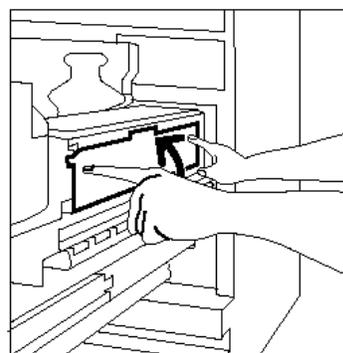

Figura 47: Sustitución del fieltro limpiador nuevo
- 9 Apoye el fieltro limpiador en las abrazaderas negras y presione suavemente la parte superior del nuevo fieltro limpiador hasta que se fije en su lugar, tal y como ilustra la Figura 47. Cuando se detiene, el fieltro limpiador está en la posición correcta. Presione con firmeza para asegurarse de que está enganchado.